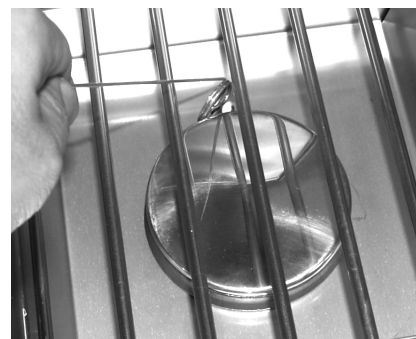

Fig. 36-2 - Éclairage manuel
**ATTENTION:** Attendez toujours cinq (5) minutes le gaz pour se dégager après que n'importe quelle tentative non réussie d'éclairage.
2. Insérez un allumeur brûlant de butane de long-baril, une allumette brûlante de long-tige, ou une allumette brûlante tenue par un support de prolongation de fil par la grille à cuire s'ouvrant au brûleur (Fig. 36-2). Tenez la flamme contre le bord du brûleur.
4. Si le brûleur ne se allume pas dans les cinq (5) secondes de tourner le bouton de commande, **appuyez immédiatement sur le bouton et tournez la valve jusqu'à la position OFF**. **ATTENDEZ CINQ (5) MINUTES** avant de répéter les étapes 2 à 4 des instructions MANUELLES D'ÉCLAIRAGE.